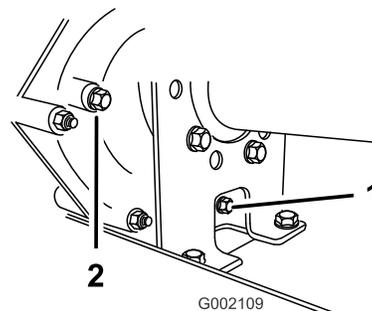
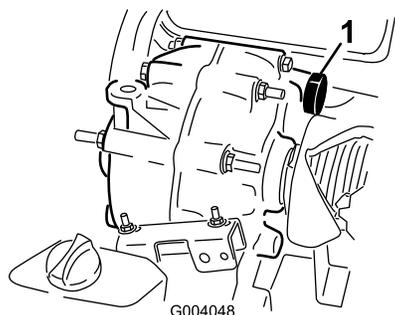

Figura 50
Figura 51
2. Pulite la superficie attorno al tappo di riempimento e di spurgo con un panno (Figura 50).
4. Estraete il tappo di riempimento facendolo girare in senso antiorario (Figura 50).
5. Estraete il tappo di spurgo facendolo girare in senso antiorario (Figura 50).
6. Installate e serrate il tappo di spurgo e la guarnizione del foro del tappo di spurgo della trasmissione (Figura 50).
7. Riempite il serbatoio (Figura 51) attraverso il foro di riempimento con circa 1,4 litri del fluido specificato o fino a quando il livello di fluido nella trasmissione non è a livello con il fondo delle filettature. (Figura 50).
8. Installate e serrate il tappo di riempimento e la guarnizione del foro del tappo di riempimento della trasmissione (Figura 50).
10. Controllate il livello del fluido e aggiungetene altro se è al di sotto delle filettature del foro del tappo di riempimento (Figura 50).